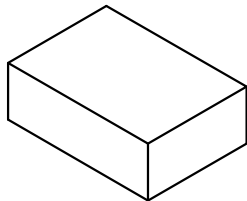

图3 内盒包装
- 2: 如图3, 每内盒装3小袋, 装盒后贴上物料标签, 数量为3X400pcs。